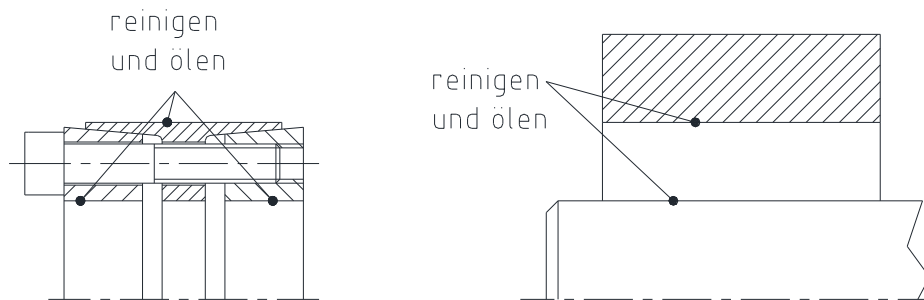

Bild 5: Reinigen und ölen der Flächen
- Die in Bild 5 gekennzeichneten Flächen des Spannsatzes sowie der Welle und Nabe reinigen und anschließend dünnflüssiges Öl leicht auftragen (z. B. Ballistol Universal Öl oder Klüber Quietsch-Ex).